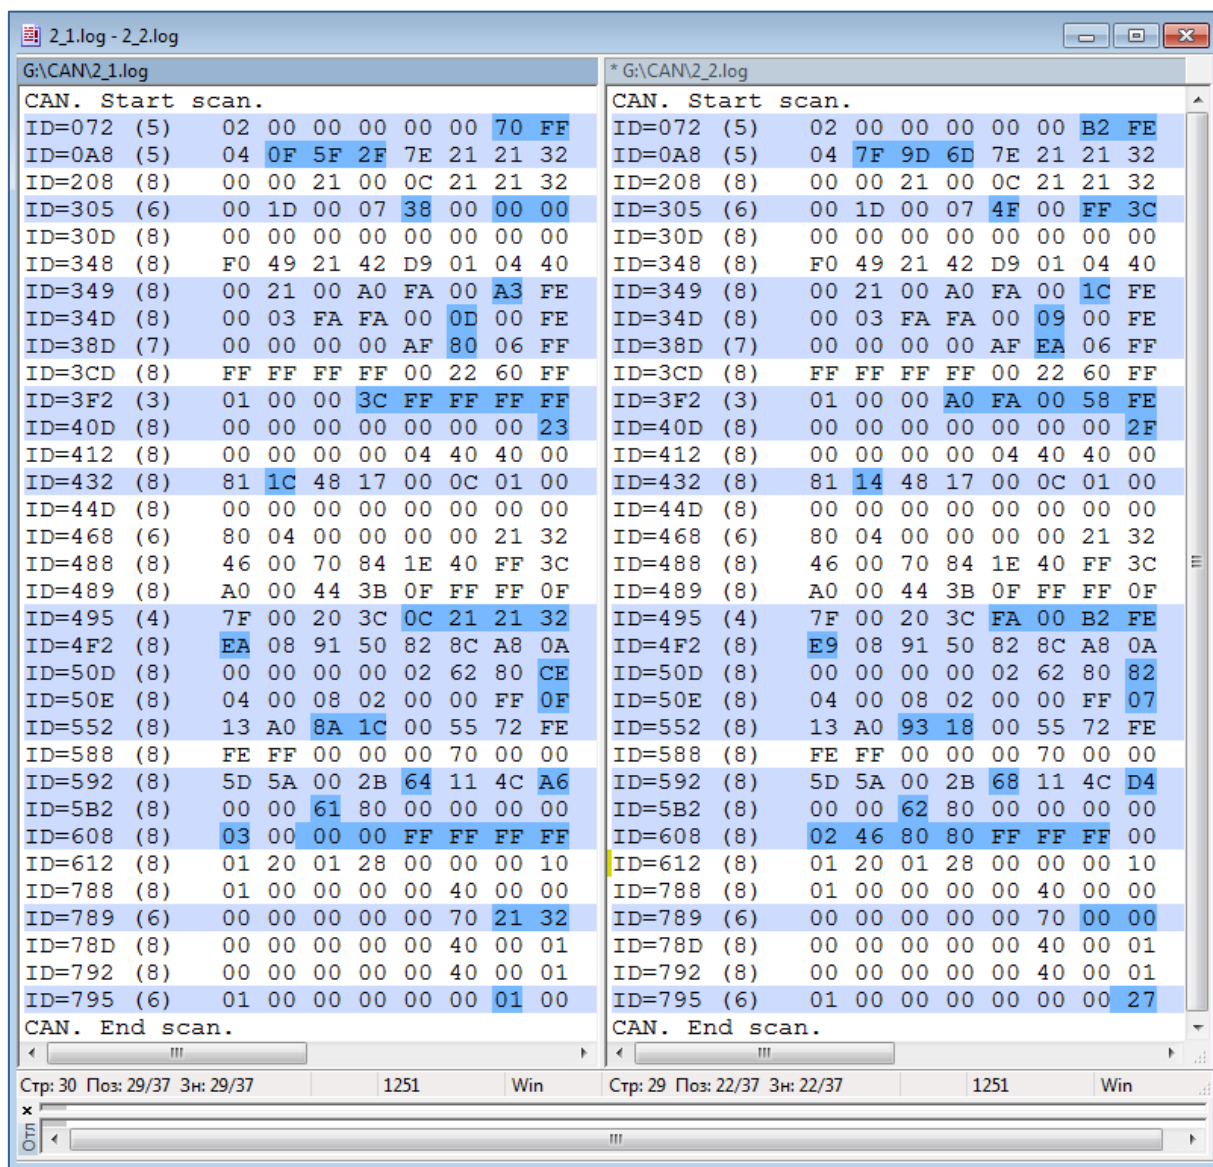

Рисунок 5. Сравнение промежуточных файлов после заправки 10л топлива
- сравните между собой два Промежуточных файла и найдите идентификаторы из Списка 1, не изменяющиеся во времени (Рис. 5);